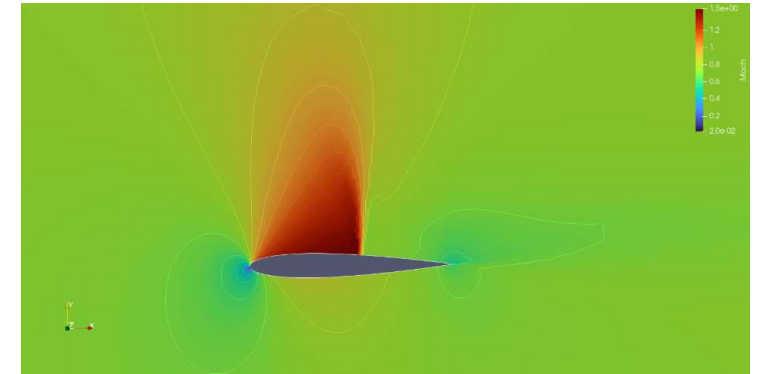

Fig. 14 Mach 분포도
본 해석에서 얻어진 압력 분포를 무차원화 하여 Fig. 14 (C_p 그래프)와 같이 나타내었다.
- Fig. 14의 C_p 분포는 앞전 저압 피크 – 상부 초음속 영역 – 충격파 불연속 – 후연부 회복 이라는 전형적인 Transonic 에어 포일 특성을 보여준다.